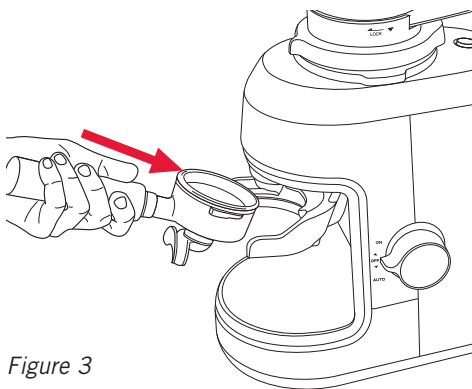

Figure 3
7. Insérez la poignée porte-filtre dans l'emplacement prévu à cet effet en l'inclinant et en la passant sous le rebord comme le montre la figure 3.
10. Insérez la poignée porte-filtre dans l'emplacement prévu à cet effet en l'inclinant et en la passant sous le rebord comme le montre la figure 3.